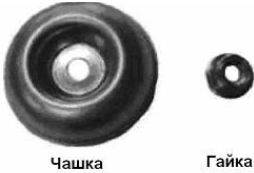

Рисунок 4
- зніміть чашку з валу, залишивши маточину (рис.4);